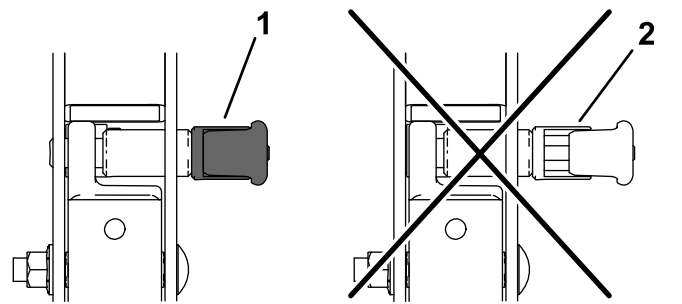

**Figure 72**
**Remarque:** Il faut parfois pousser en avant ou tirer en arrière la partie supérieure de l'arceau de sécurité pour engager complètement les deux boutons (Figure 72 et Figure 73).